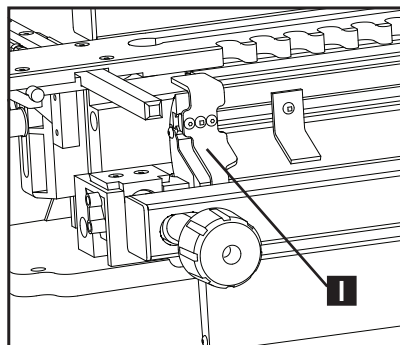

Fig. F9
7. Desserrez le bord argent gauche du guide (I), Fig. F9, avec un tournevis à tête carré et déplacez-le à l'extrême gauche.